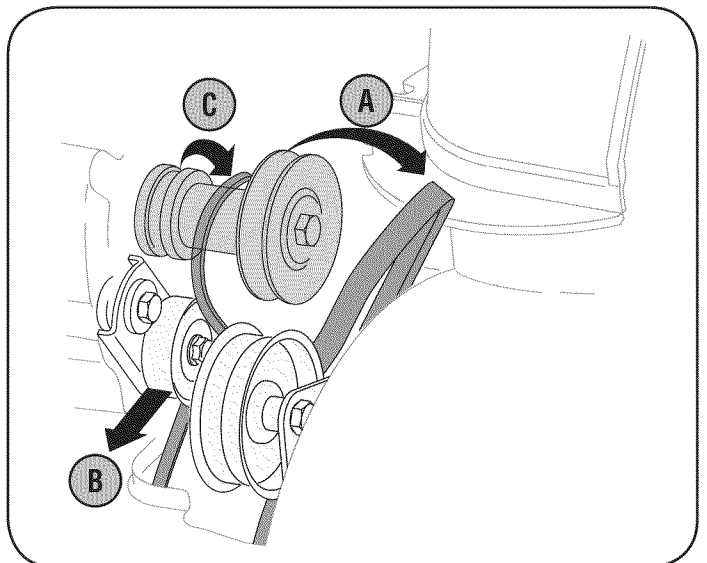

Figura 26
- B. Tome la polea loca y gírela hacia la derecha. Vea la figura 26.